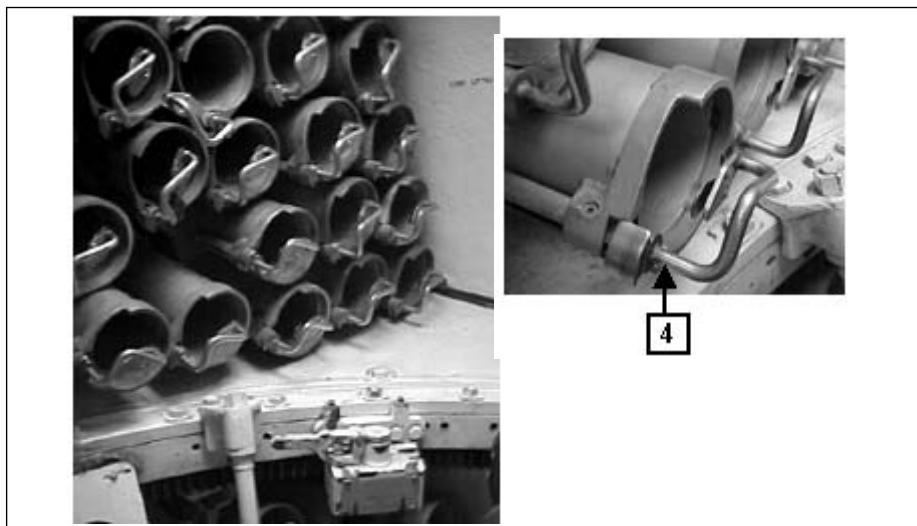

Fig 4-100. Alojamentos tubulares da munição de uso imediato
d. Retirada e colocação da munição no alojamento tubular da carcaça ou da torre (Fig 4-100)
(1) Puxar e girar a manivela (4) para a esquerda ou direita conforme a sua posição .
(2) Retirar ou acondicionar a munição e girar a manivela (4) a direita ou esquerda, conforme a sua posição.